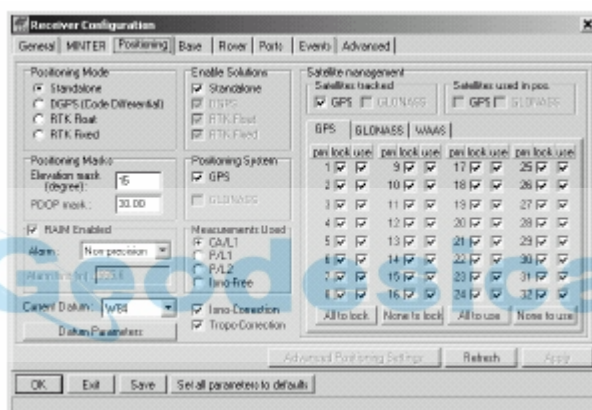

Figura 3-7. Configuración del parámetro Elevation Mask en la pestaña Posicionamiento
Haga clic en la pestaña **Posicionamiento** y ajuste el parámetro **Máscara de elevación** en 15 (Figura 3-7); a continuación haga clic en **Aplicar**.
4. Haga clic en la pestaña *Posicionamiento* y ajuste el parámetro *Máscaras de posición*, *Máscara de elevación (grados sexagesimales)* en 15 (Figura 3-7).